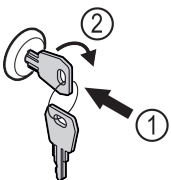

Fig. 117
- Sleutel erin duwen Fig. 117 (1).
- Sleutel 90° rechtsom draaien Fig. 117 (2).